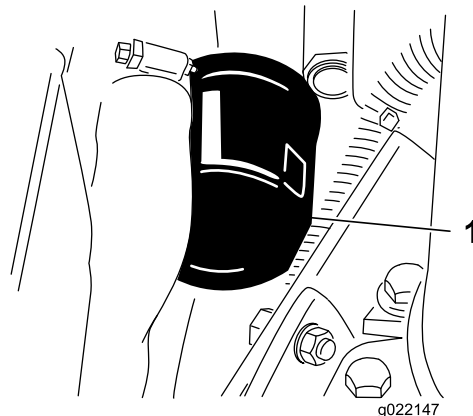

Figura 56
2. Retire el filtro de aceite (Figura 56).